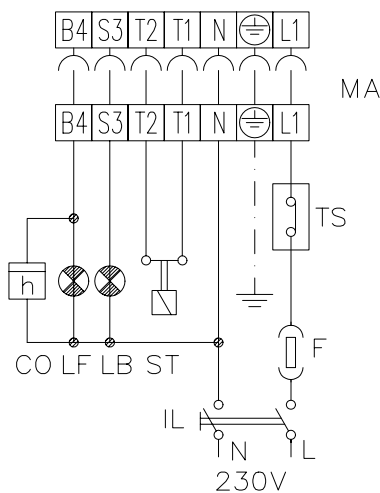

Рис. 7
- выполните электрические подключения к клеммной коробке подачи питания по схеме на Рис. 7;